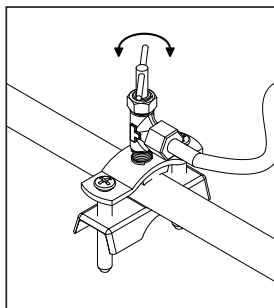

FIGURA 4
- Perforar el tubo de cobre de la línea de agua fría con ayuda del grifo válvula con estribo (saddle valve) (figura 4).